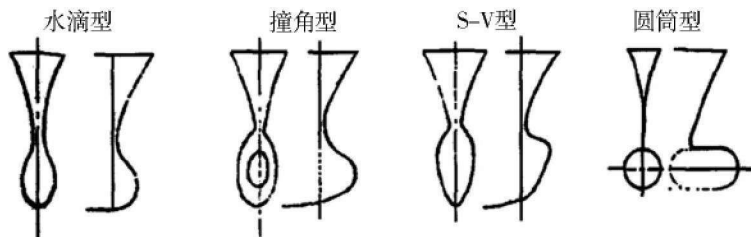

图 1-1-10 球鼻型艏的形式
(2) 垂直型——大型货船的艏部形状多为垂直式。
(3) 倾斜型——一般舰船多采用倾斜式艏，其外形显得大方，由于甲板向前伸出，不但增加了甲板面积，而且还有利于减缓航行时海浪打上甲板，所以具有良好的耐波性。根据倾斜度分为倾斜型和急倾斜型 2 种。
(4) 飞剪型——艏底部稍呈弧形，水线附近曲线向首端明显突出，类似倾斜式，但中间稍有弯曲，造型更显得优美漂亮。现代舰船用得较多。
(5) 破冰船型——属于倾斜型的另一种形式。破冰船由于破冰的需要，舷的水下部分有较大的倾斜度，以便于冲上冰层，依靠自重将冰层压碎，开辟出航道。
(6) 球鼻型——为了减小舰船的航行阻力，提高航行速度，现在很多大型船舶和军舰都在舷水线以下设计成球形，即球鼻舷，军舰还利用球鼻空间安装声呐设备。图 1-1-10 为球鼻型艏的几种形式。